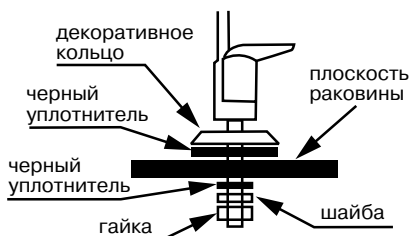
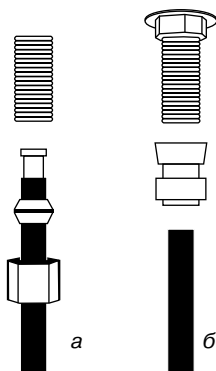

Рис. 1
Рис. 2
Монтаж крана чистой воды производите согласно **рис. 1**. В комплекте с краном для герметизации соединения с трубкой может поставляться набор деталей (**рис. 2а**) или быстроразъемный коннектор (**рис. 2б**). На **рис. 2** приведены способы подключения синей трубки к крану чистой воды.
Мы рекомендуем не затягивать гайку (см. **рис. 1**) до завершения монтажа и проверки работоспособности системы, чтобы была возможность убедиться в отсутствии подтекания воды в месте соединения корпуса крана и резьбовой трубки.
15. Убедитесь в отсутствии протечки внизу корпуса крана чистой воды, затяните гайку крана (**рис. 1**).